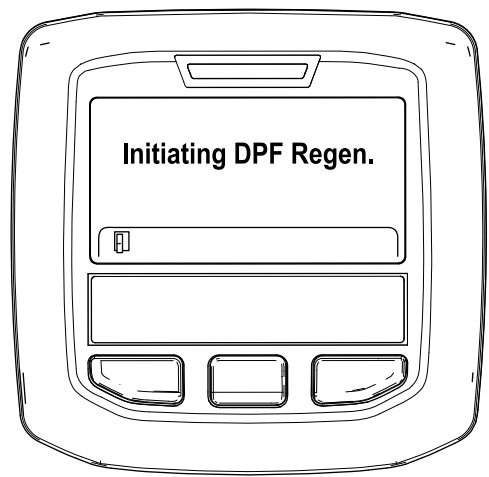

Bild 49
- A. Die Meldung „Initiating DPF Regen.“ wird angezeigt (Bild 49).